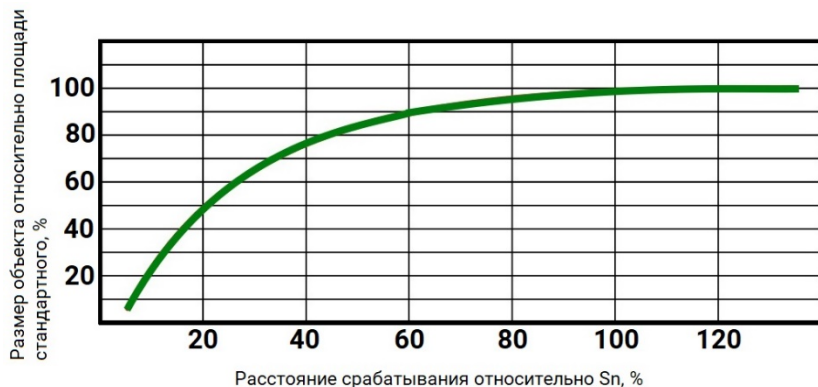

Рисунок 10 – Зависимость номинального рабочего диапазона от размера объекта воздействия
5.13. Если фактическая площадь поверхности объекта меньше площади стандартного объекта, то номинальный рабочий диапазон S_n уменьшается (см. рис. 10).